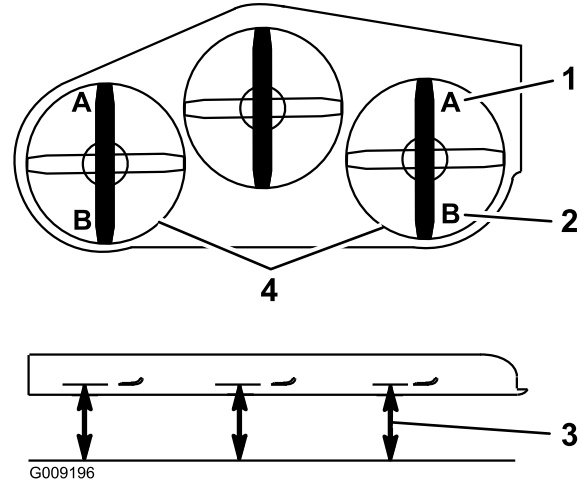

図 72
9. デッキの左右両側で、水平な床面から各ブレードの刃先までの高さを測定する A 位置。この高さが 76 mm であれば適正である図 72。
- デッキの左右両側で、水平な床面からブレードの後端までの高さを測定するB位置。この距離が83 mmあれば適正である図 72。